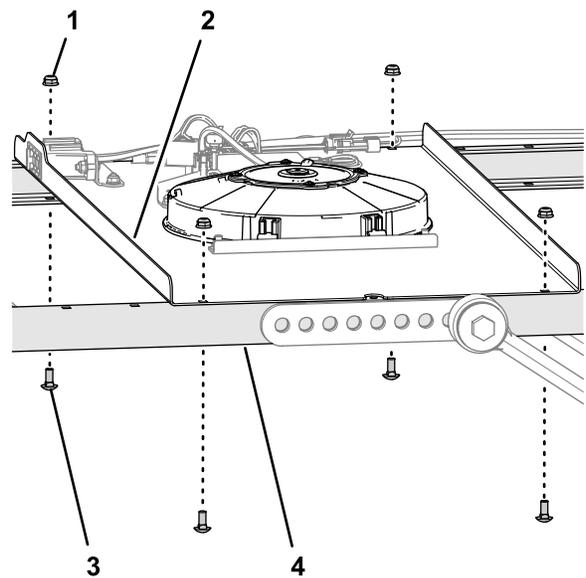

Figura 12
- B. Togliete i 4 bulloni a testa tonda ( $\frac{1}{4}$ " x  $\frac{5}{8}$ ") e i 4 dadi di bloccaggio flangiati ( $\frac{1}{4}$ ") che fissano il pannello dell'interruttore alle canaline destra e sinistra del telaio laterale (Figura 12).
- D. Montate il pannello dell'interruttore sulle canaline del telaio laterale coi bulloni a testa tonda e i dadi di bloccaggio (Figura 12) rimossi nel passaggio 3B.